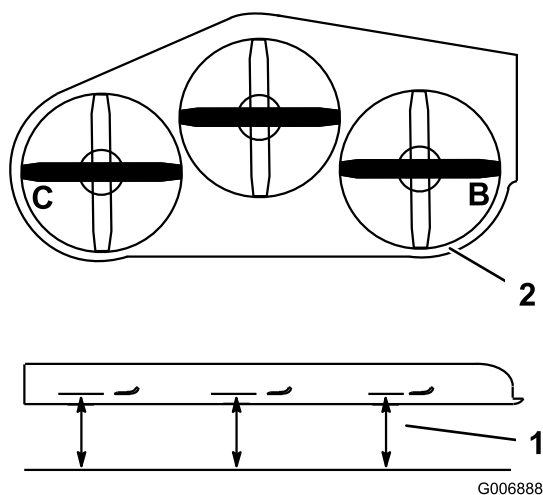

Figure 86
3. Tournez les lames pour les mettre parallèles dans le sens transversal. Mesurez la distance aux points **B** et **C** entre une surface plane et le bord coupant des pointes des lames (Figure 86).